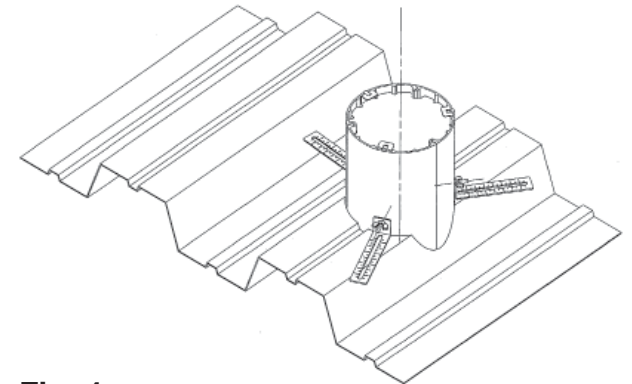

Fig. 4
Assemble brackets (ad) as required as shown in figures 4 and 5. Brackets are marked to assist assembly. Turn hexagonal head screws (ae) horizontally to support the disc (at). Insert discs (at) at top, center and bottom. Bend brackets (af) for center and bottom positions to fit inside the assembled tube segments.
2. Install assembly into cut hole, see Fig.4. Check that the assembly is installed plumb to the deck. Attach to deck with sheet metal screws (not supplied).
Assembler les supports (ad) au besoin conformément aux figures 4 et 5. Les supports comportent des repères pour faciliter l'assemblage. Tourner les vis hexagonales (ae) horizontalement pour soutenir le disque (at). Insérer les disques (at) en haut, au centre et en bas. Au centre et en bas, plier les supports (af) afin qu'ils s'adaptent à l'intérieur des sections de tube.
2. Monter l'ensemble dans l'ouverture ainsi ménagée, consulter la Fig. 4. S'assurer que l'ensemble est de niveau avec le plancher. Fixer au plancher avec des vis à tête (non fournies).